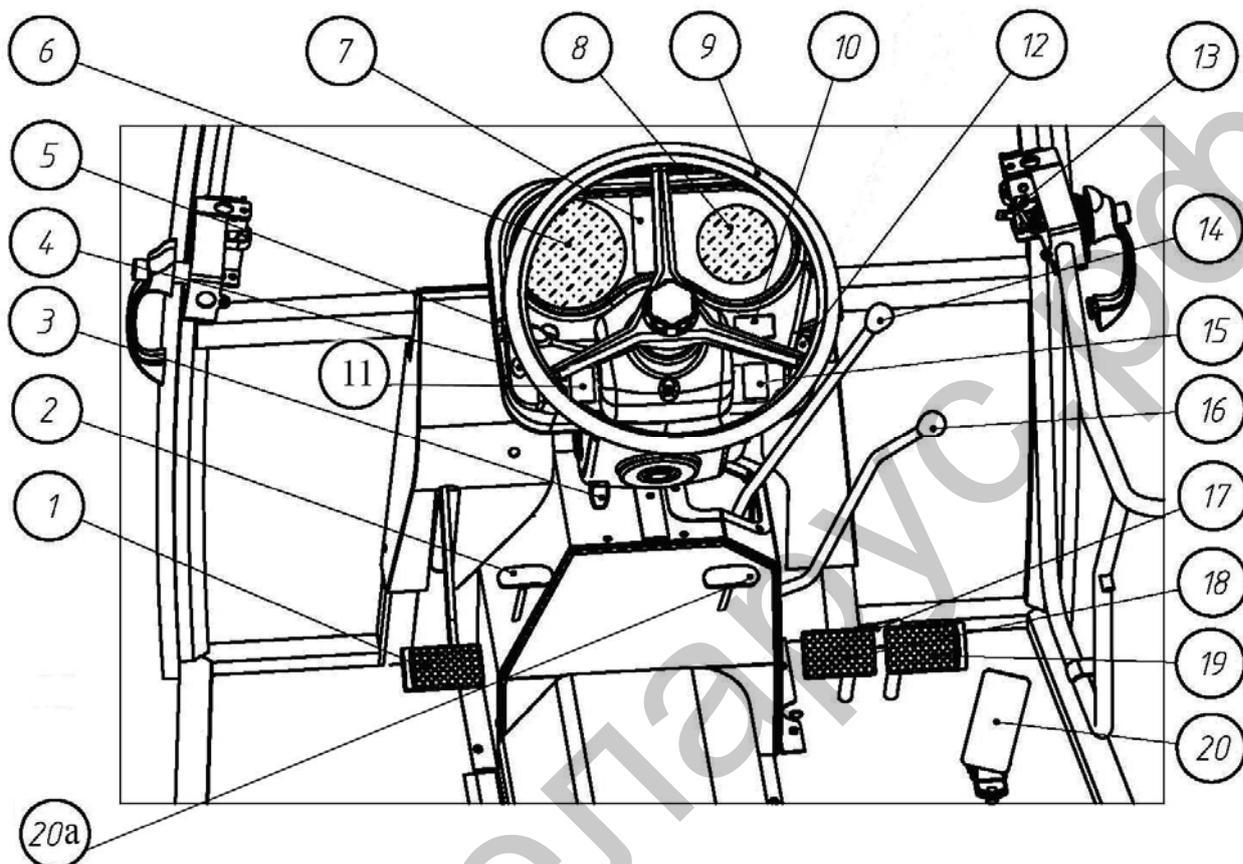

Рис. 4.1
**Выключатель стартера и приборов** (поз.4 на рис.4.1)